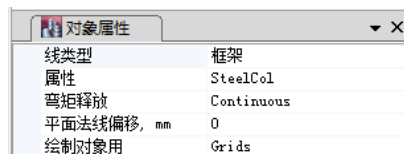

图 3-18 对象属性对话框
- 点击**快速绘制梁/柱**按钮，弹出框架对象的**对象属性**对话框，如图 3-18 所示。